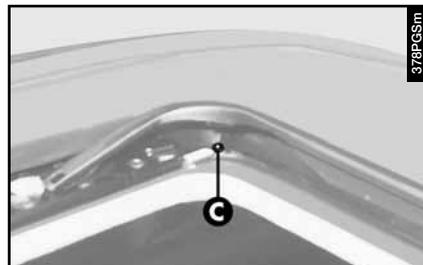

fig. 130
**Contrôler périodiquement que les orifices latéraux (C-fig. 130) pour l'évacuation de l'eau sont dégagés.**